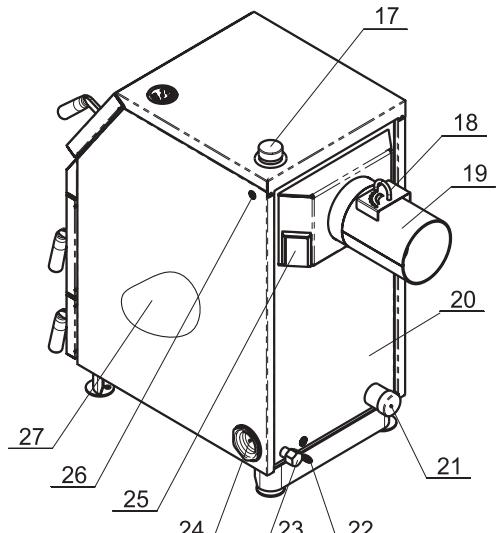

Рис.1 Конструкция отопительного котла
4.6.4. Эксплуатировать котел при неполном заполнении системы отопления водой и с открытыми дверцами (поз.12,13,16) (см. рис.1).
5.1. Котел (рис.1) состоит из корпуса (поз. 20), топки (поз.3), теплообменника (поз. 1), дымохода (поз. 19).